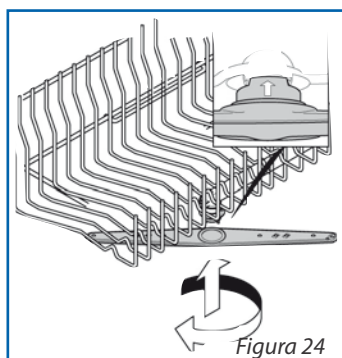

Figura 24
- Para extraer el aspersor superior, es necesario girarlo hasta llevarlo a la posición de tope, señalada por la flecha (Figura 24) y empujar hacia arriba, manteniéndolo apretado girar en sentido horario (para montarlo, repita la operación, pero girando en sentido antihorario).